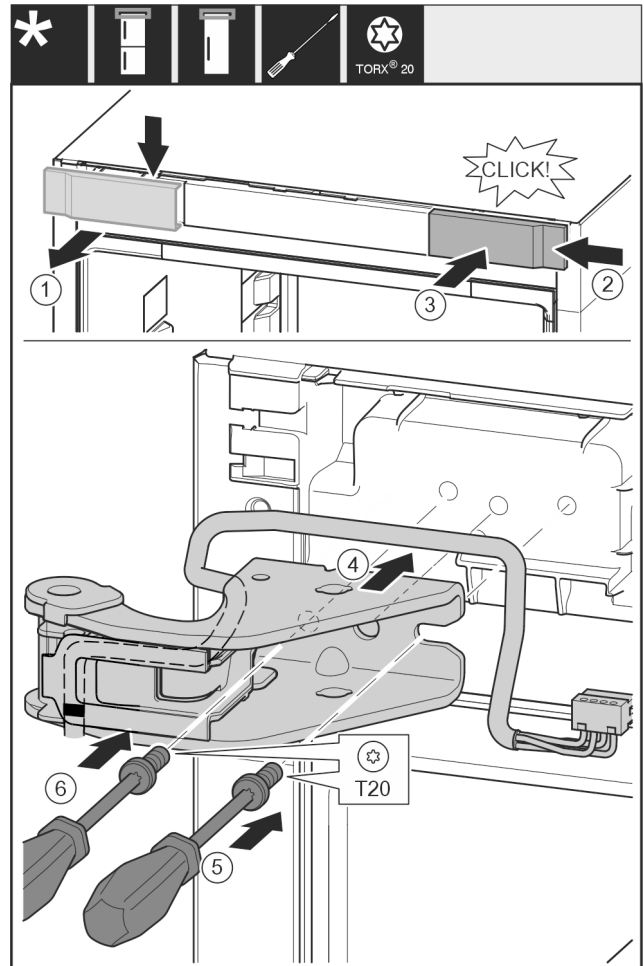

Fig. 34
- ▶ 从上方朝前取下盖板 Fig. 34 (1)。
- ▶ 将盖板 Fig. 34 (2) 旋转 180° 至另一侧从右边挂上。
- ▶ 插入盖板 Fig. 34 (3)。
- ▶ 装上上方的托架 Fig. 34 (4)。
- ▶ 用螺丝刀放上并旋紧螺钉 Fig. 34 (5)。
- ▶ 用螺丝刀放上并旋紧螺钉 Fig. 34 (6)。